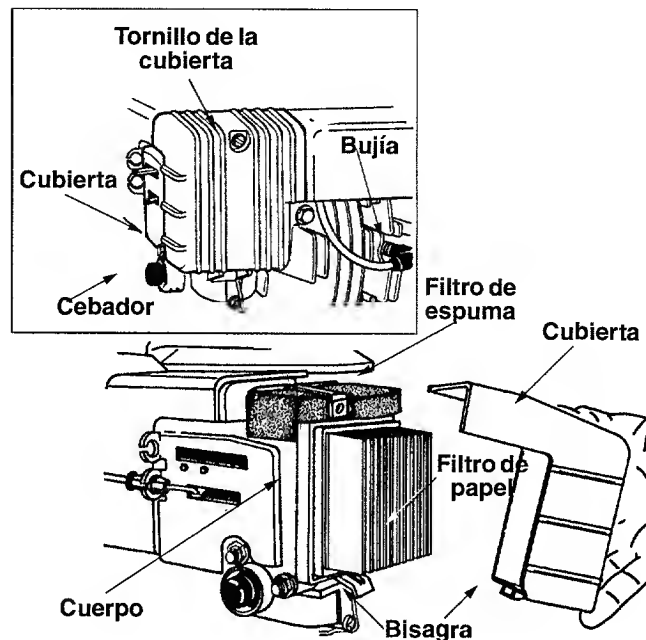

Figura 10
- Extraiga el tornillo de la cubierta y la cubierta, no separe el tornillo de la cubierta. Vea el recuadro de la Figura 10.
- Gire hacia abajo la cubierta para extraer de la bisagra. Vea la Figura 10.